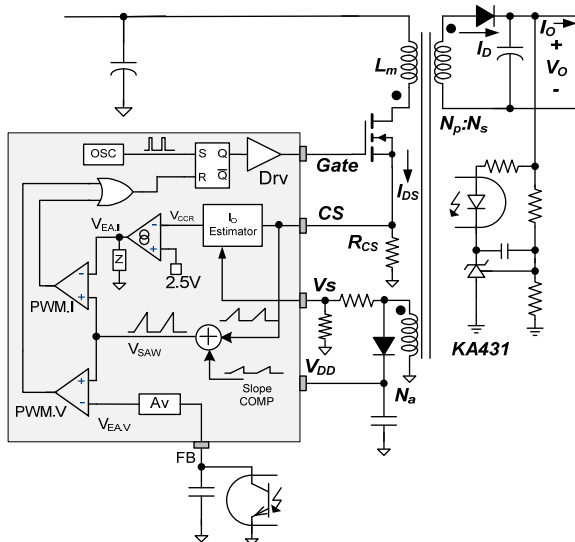
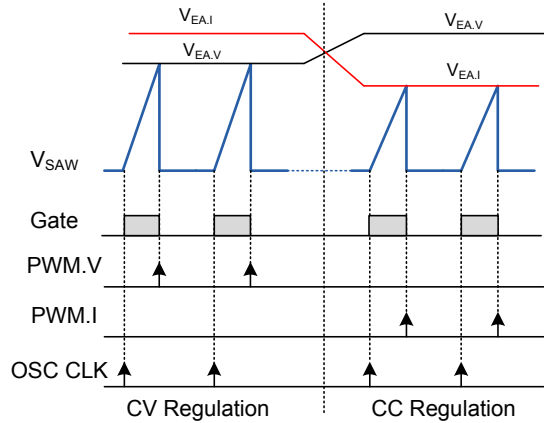

图 24. 内部 PWM 控制电路
图 25. 恒流和恒压的 PWM 操作
图 24 所示为内部 PWM 控制电路。恒压 (CV) 调节的实现方法与传统隔离电源相同：使用分压器感测输出电压，并将其与电压调节器 (KA431) 的内部 2.5 V 基准电压相比较，生成补偿信号。该补偿信号通过光电耦合器传输至初级端，然后通过衰减器 Av 按比例缩小，以生成 $V_{EA.V}$ 信号。这时，误差信号 $V_{EA.V}$ 被施加到 PWM 比较器 (PWM.V)，以确定占空比。
PWM 比较器 PWM.I 和 PWM.V 分别将两个误差信号 $V_{EA.I}$ 和 $V_{EA.V}$ ，与内部锯齿波形 (V_{SAW}) 进行比较，确定占空比。图 24 所示为两个与“或”门结合的比较器 (PWM.I 和 PWM.V) 的输出，并用作触发器的复位信号，以确定 MOSFET 的关断瞬间。 $V_{EA.V}$ 和 $V_{EA.I}$ 中较低的信号确定占空比，如图 25 所示。在 CV 调节期间， $V_{EA.V}$ 确定占空比，而 $V_{EA.I}$ 饱和至最高电平。在恒流调节模式期间， $V_{EA.I}$ 确定占空比，而 $V_{EA.V}$ 饱和至最高电平。